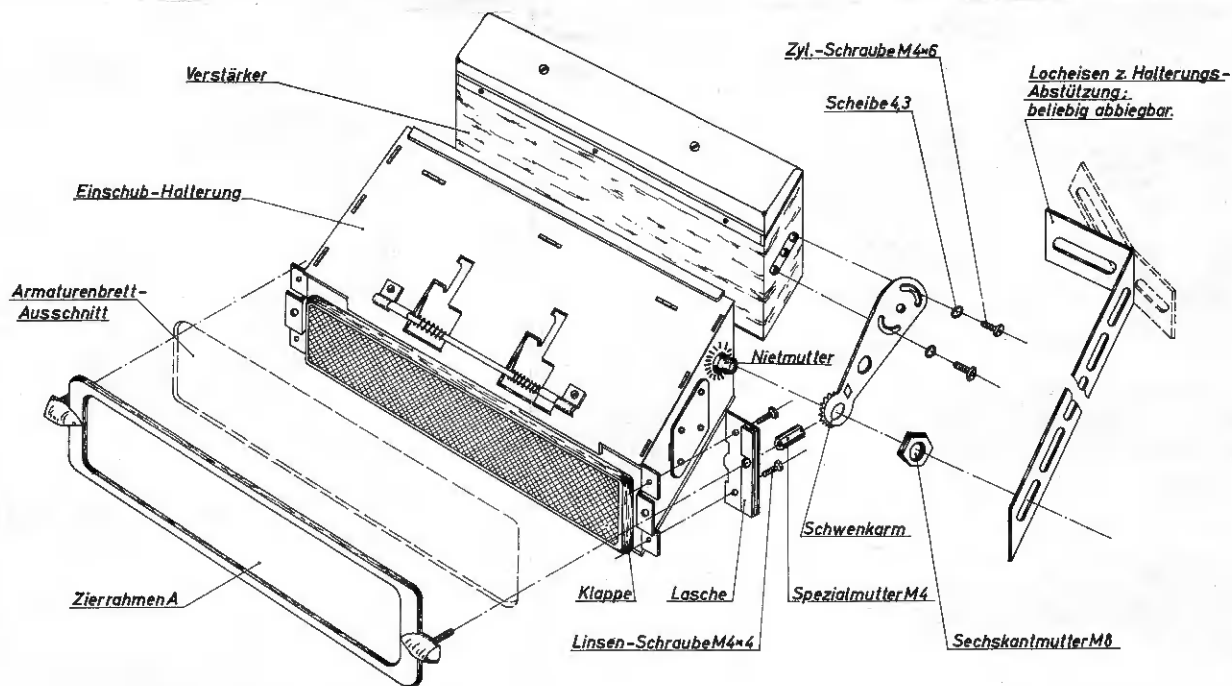

Abb. 3
- f) Vor Befestigung der Halterung im Armaturenbrett, mitgelieferte Laschen rechts und links mit M4-Linsenschrauben an der Halterung anschrauben (siehe Abb. 3).
- h) Nun die Halterung hinter das Armaturenbrett führen und zusammen mit dem Zierrahmen mittels zwei M4-Spezialmuttern befestigen (siehe Abb. 3 und 4).